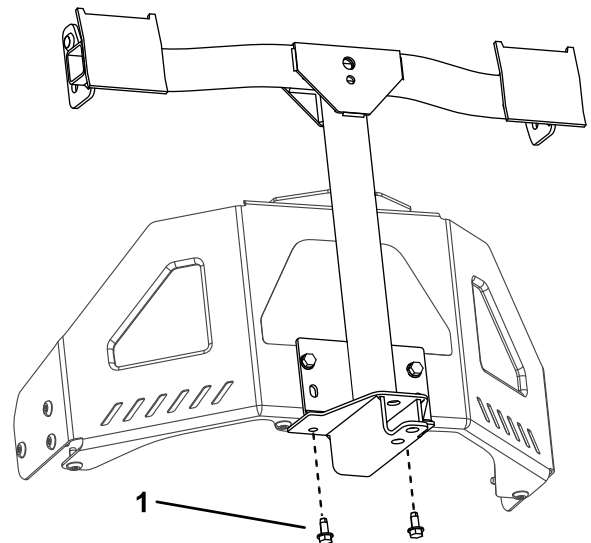

Figura 9
- Sujete el bastidor de giro a la parte inferior del bastidor de la máquina usando 2 tornillos autorroscantes (5/16" x 3/4"), como se muestra en Figura 9.